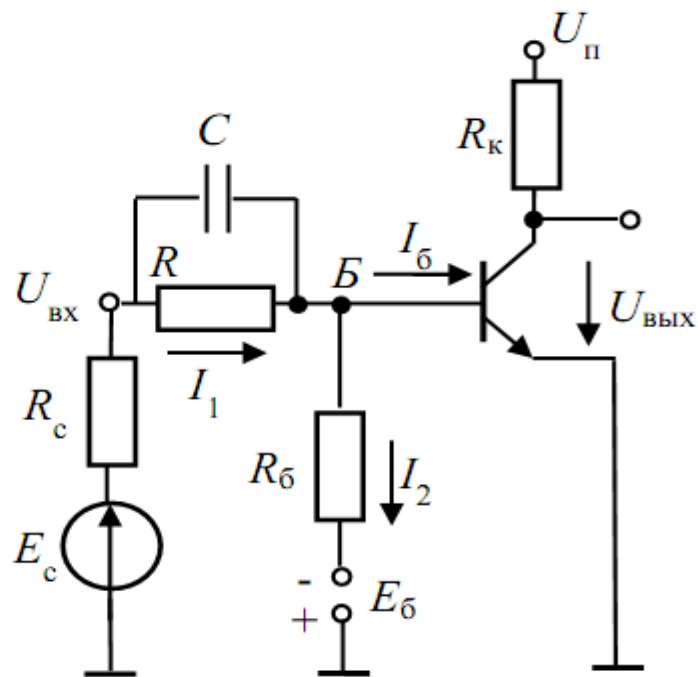
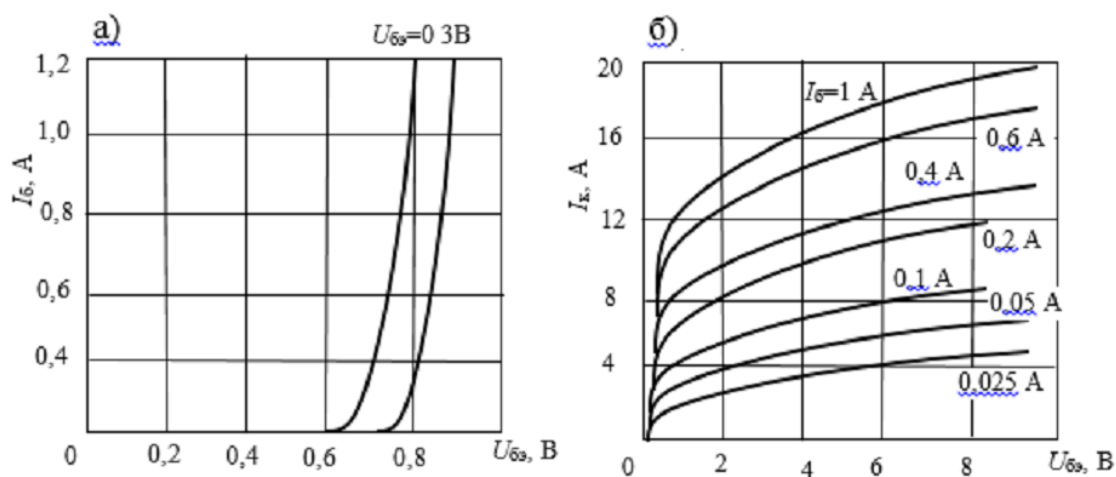

Рис. 8.4. Схема включения транзисторного ключа
Рис. 8.5. Характеристики транзистора КТ847А: а) входные характеристики; б) выходные характеристики
Транзисторный ключ (рис. 8.4) собран на транзисторе КТ847А, $U_{\Pi} = 5$ В; $R_{\kappa} = 1$ Ом; $R_{\delta} = 20$ Ом; $R = 5$ Ом; $E_{\delta} = -1$ В. Определить значения $U_{\text{вх}}$, при которых транзистор работает в режимах отсечки, насыщения и в активном режиме. Характеристики транзистора приведены на рис. 8.5.
Определим граничное входное напряжение для режима насыщения. Для этого нужно знать $U_{КЭ\text{ нас}}$, $I_{б\text{ нас гр}}$ и $U_{БЭ\text{ нас}}$. Величину $U_{КЭ\text{ нас}}$ можно приближенно определить по выходным характеристикам транзистора (рис. 8.5). Оно примерно равно 0,2 В. Теперь можно определить ток $I_{к\text{ нас}}$:
Ток $I_{б\text{ нас гр}}$ можно найти, воспользовавшись выходными характеристиками транзистора. Из рисунка 8.5 следует, что $I_{б\text{ нас гр}} = 0,3$ А. По входной характеристике (рис. 8.5) определяем значение напряжение $U_{БЭ\text{ нас}}$, соответствующее току 0,3 А:
3. Транзисторный ключ (рис. 8.4) собран на транзисторе 2Е860А. $U_{\text{п}} = 10$ В; $R_{\text{к}} = 10$ Ом; $R_{\text{б}} = 1$ кОм; $R = 400$ Ом; $R_{\text{с}} = 100$ Ом; $E_{\text{б}} = -1,5$ В. Определить значение $E_{\text{с}}$, при которых транзистор работает в режимах отсечки, насыщения и в активном режиме. Характеристики транзистора приведены на рис. 8.7.
4. Определить $K_{\text{нас}}$ транзистора (рис. 8.4), если $U_{\text{п}} = 6,2$ В; $R_{\text{к}} = 1$ кОм; $R = 1$ кОм; $R_{\text{б}} = 3,4$ кОм; $R_{\text{с}} = 100$ Ом; $E_{\text{б}} = -1$ В; $h_{21э} = 30$; $E_{\text{с}} = 3,23$ В. Принять, что $U_{\text{БЭ нас}} = 0,7$ В; $U_{\text{КЭ нас}} = 0,2$ В.